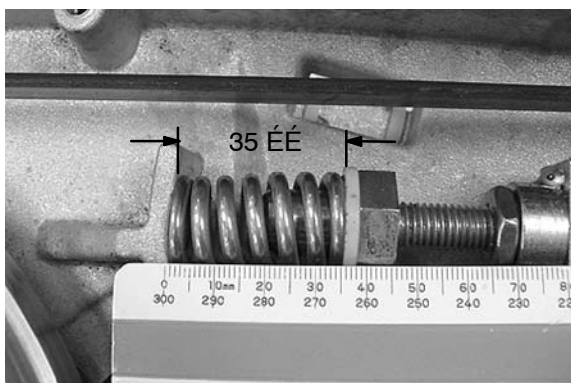

РИС. 65
- Чтобы правильно отрегулировать натяжение ремня, поворачивайте болт натяжения ремня до тех пор, пока пружина натяжения не сожмется до длины 35 мм (Рисунок 65). После регулировки затяните контргайку болта натяжения.